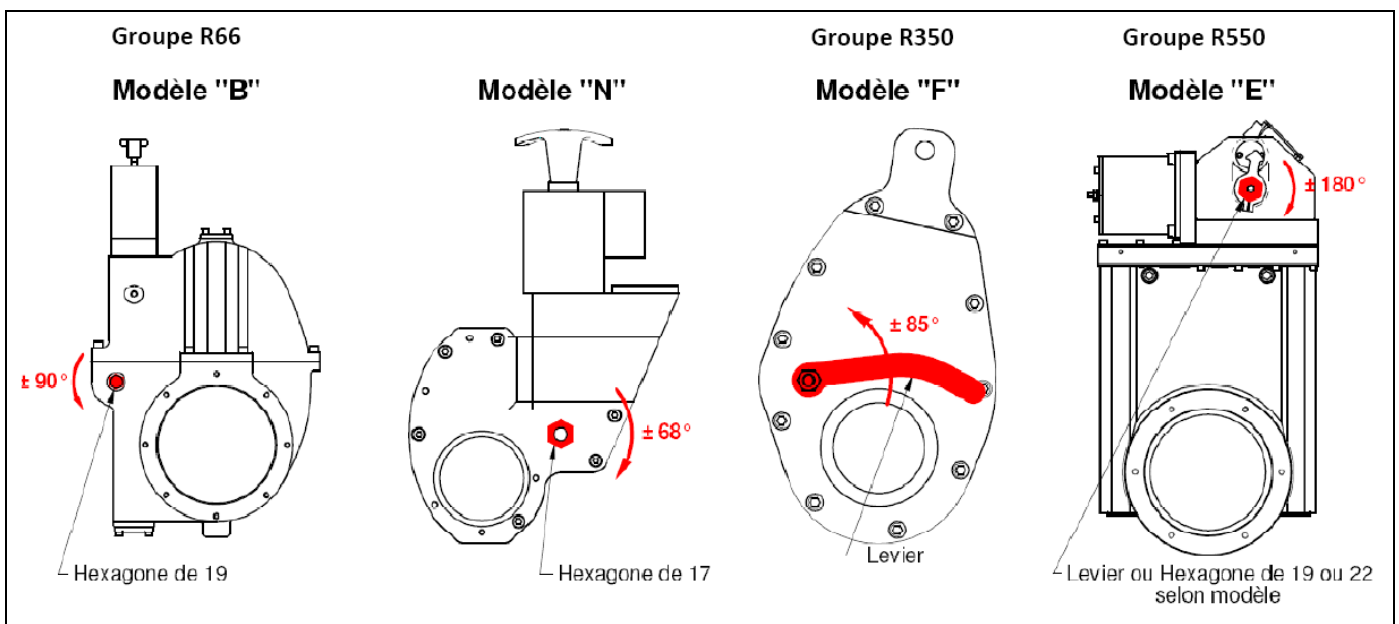

Figure 74 : Modèles de clapets étouffoirs
2. Tourner lentement mais fermement dans le sens indiqué Figure 74 : Modèles de clapets étouffoirs jusqu'à sentir le point d'enclenchement du verrouillage.